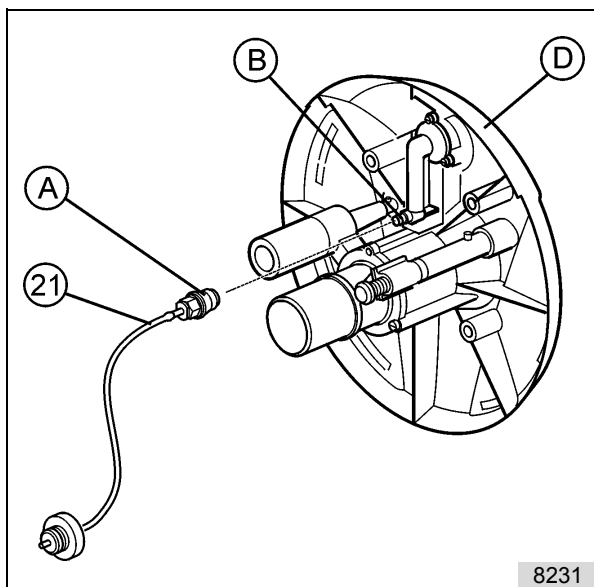

Fig. 24
Tras la conexión del interruptor de golpes de ariete, vea Fig. 24, colocar el cabezal de tobera (35/35.1), luego ejecutar la conexión de presión y de aire. Fijar el anillo de apriete (72) con los tornillos (90).